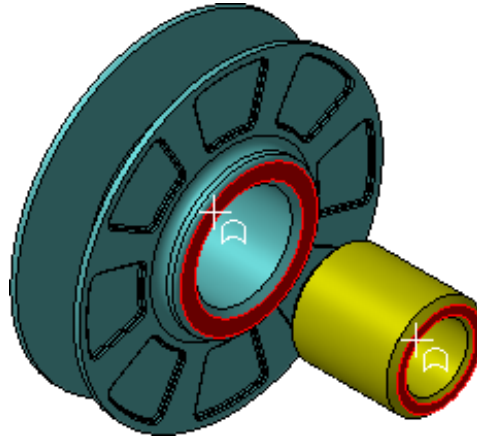

Рисунок 14.
- Нажмите кнопку Совпадение объектов и укажите плоские кольцевые грани на Ролике и Втулке (рис.14)..